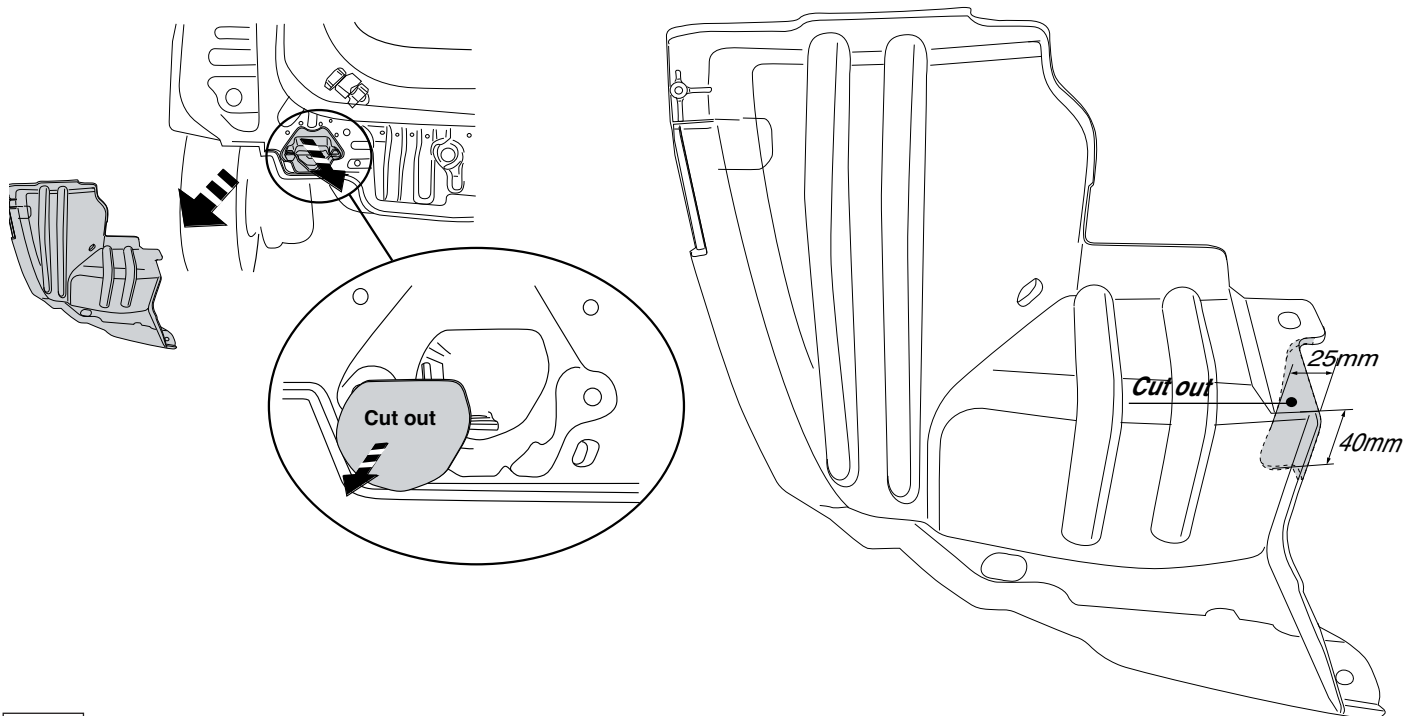

Fig.3
3. Remove the left-hand support and remove the mud guard. See figure 3.
3. Links die Halterung entfernen und die Schmutzfänger abmontieren. Siehe Abbildung 3.
4. Gemäß Abb. 3 das angegebene Teil herausschneiden.
3. Удалить кронштейн с левой стороны и снять противогрызевые. См. рисунок 3.
4. Выпилить обозначенную часть, как показано на рис. 3.